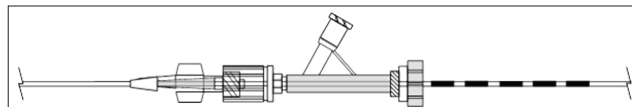

Fig. 5 : Marqueurs Fluoro saver atteignant l'extrémité proximale de la VHR sur le microcathéter (remarque : applicable uniquement aux microcathéters de 150 cm).
8. Faire avancer le système de microcoil dans le microcathéter de perfusion jusqu'à apercevoir le marqueur Fluoro Saver sur le fil DPU qui s'approche de la VHR. Le système d'insertion de microcoil comporte un groupe de cinq (5) marqueurs Fluoro Saver sur la tige du dispositif. Les marqueurs servent à indiquer quand l'extrémité du coil d'embolisation s'approche de la pointe du microcathéter lorsqu'il est utilisé avec un microcathéter de 150 cm de long conjointement avec une VHR. Lorsque le marqueur le plus distal atteint l'extrémité proximale de la VHR sur le microcathéter, l'extrémité du coil est proche de la pointe du microcathéter et il faut alors utiliser le contrôle radioscopique pour guider l'insertion du coil. (Voir figure 5). Vérifier continuellement la progression du système de microcoil et sa position finale dans l'anévrisme à l'aide du contrôle radioscopique.